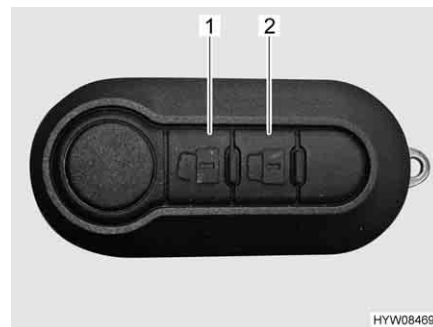

Bild 36 Fjärrstyrning centrallås
- Tryck en gång kort på knapp  (Bild 36,1). Dörrlåsen är upplåsta.
- Tryck en gång kort på knapp  (Bild 36,2). Dörrlåsen är låsta.